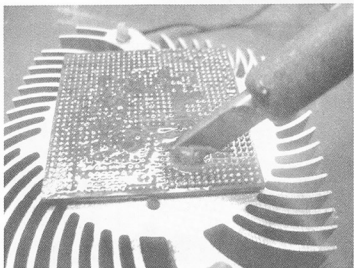

图 4-34 拖锡
(2) 将芯片和 PCB 焊点上的锡拖走，如图 4-34 所示。